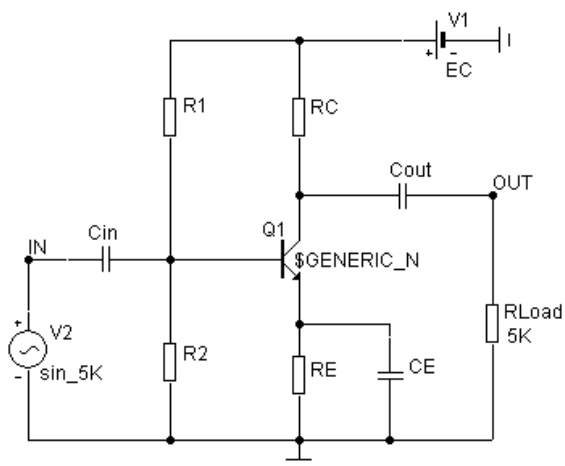

Рис. 8.1. Схема усилителя с общим эмиттером
В данной работе производится расчет по постоянному току элементов усилительного каскада, собранного по схеме с общим эмиттером, изображенного на рис. 8.1.
2.10. Учитывая то, что резистор  $R_E$  заземляется по переменной составляющей (рис. 8.1), и то, что к коллектору транзистора подключается
Выберите ток делителя базовой цепи усилительного каскада  $I_{DIV}$  в диапазоне  $I_{DIV} = (5-10)I_{BA}$ . Рассчитайте сопротивление нижнего плеча делителя  $R_2$  (рис. 8.1) по формуле:
Рассчитайте сопротивление верхнего плеча делителя  $R_1$  (рис. 8.1):
2.17. Постройте схему, изображенную на рис. 8.1, с рассчитанными значениями сопротивлений. Сохранить файл.
анализа также можно назначить входному и выходному узлу текстовые наименования из латинских букв, как показано на рис. 8.1.